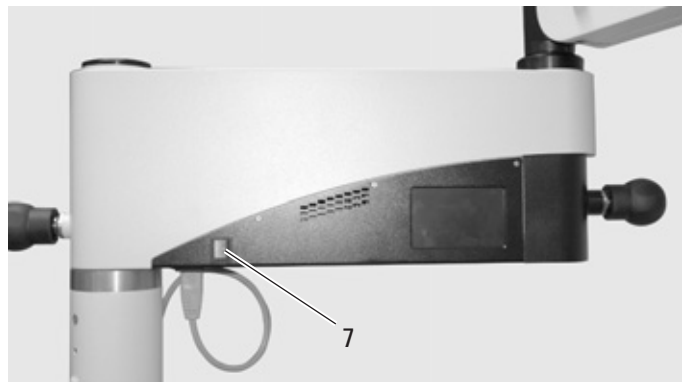

Bild 3
- ⇒ Operationsmikroskop Leica M620 ans Netz anschliessen und Hauptschalter (7) einschalten (Bild 3).